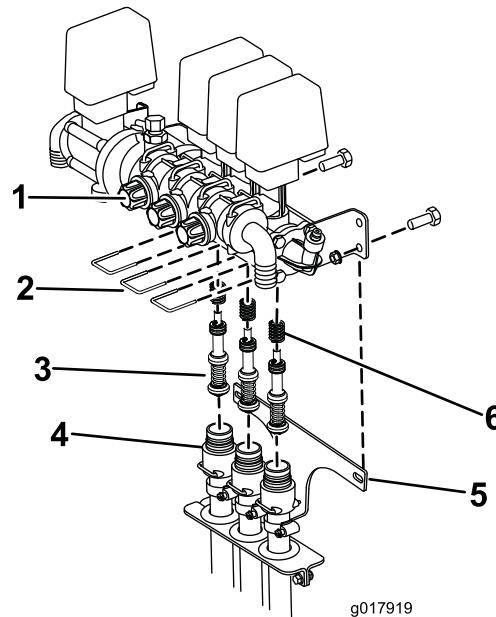

Bild 75
- B. Entfernen Sie die drei Gabeln, mit denen der Ventilsockel am Ventil befestigt ist (Bild 75).
- Spritzgerätrahmen befestigt ist (Bild 75). Senken Sie die Schläuche vom Ventil entfernt ab.
- D. Entfernen Sie die drei Schrauben, mit denen die Kolben im Ventil befestigt sind, mit einem 3-mm-Inbusschlüssel. Achten Sie auf die Federn im Ventil (Bild 75).